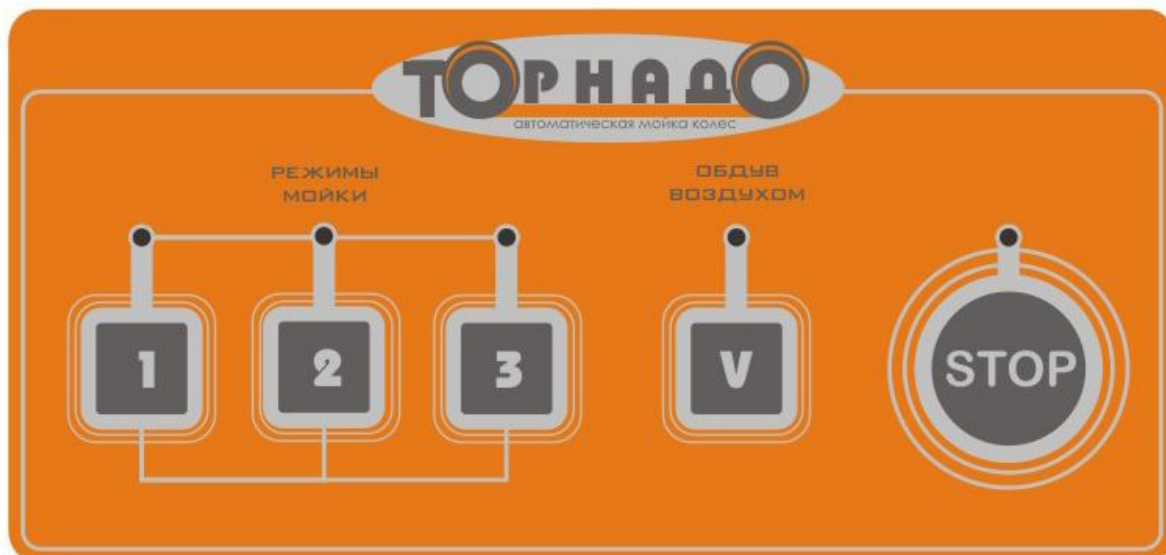

Рис. 5. Панель пленочная.
4.10. Снять крышку с электротехнического отделения (рис.5), потянув ее вверх и на себя, и визуально проверить работу стенда, нажав на одну из кнопок программ мойки расположенных на кнопочной (пленочной) панели управления. Вал электродвигателя привода колеса должен вращаться против часовой стрелки. Работу насоса слышно по шуму воды внутри моечного отделения. По окончании программы мойки, привод колеса продолжает вращаться и срабатывает электромагнитный клапан подачи воздуха, обдув происходит в течение 15с. После этого привод колеса отключается.